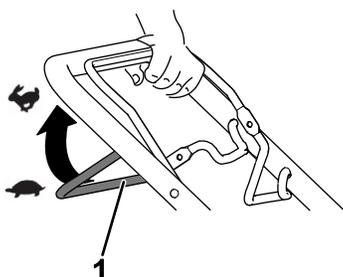

Figura 12
- Para engatar a transmissão autopropulsora, empurre a barra da transmissão autopropulsora contra a pega e segure-a (Figura 12).